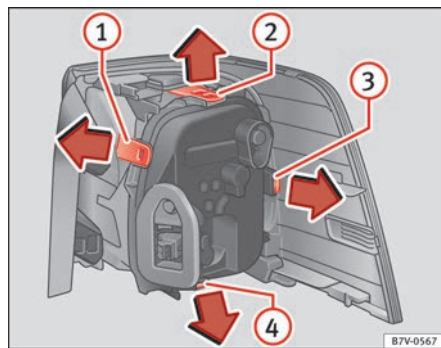

Abb. 212 Rückleuchte in der Karosserie: Lampenhalter ausbauen. ① bis ④: Verriegelungslasche.
9.	Zum Entriegeln des Lampenhalters Verriegelungslaschen ⇒ Abb. 212 ① bis ④ in Pfeilrichtung drücken.